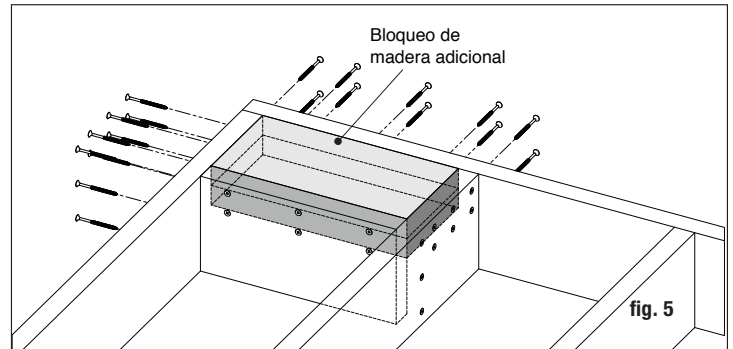

fig. 5
Paso 3 Instalación de publicaciones: Instale los postes uniendo la base de aluminio a la superficie de la plataforma. Coloque el poste de manera que el sujetador entre en la viga del piso y asegúrese de que la plataforma esté firmemente sujeta a la viga en la ubicación de los postes. Se requiere un bloqueo / enmarcado estructural adecuado debajo del material de la plataforma cuando se fija el poste a una plataforma con marco de madera porque la plataforma por sí sola no está aprobada como marco estructural (fig. 5).